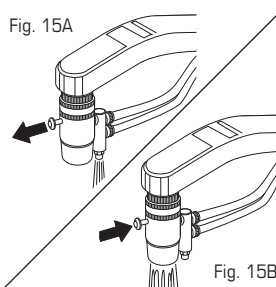

Fig. 15B
- b) Perno **insertado**; agua sin tratar (Fig. 15B).